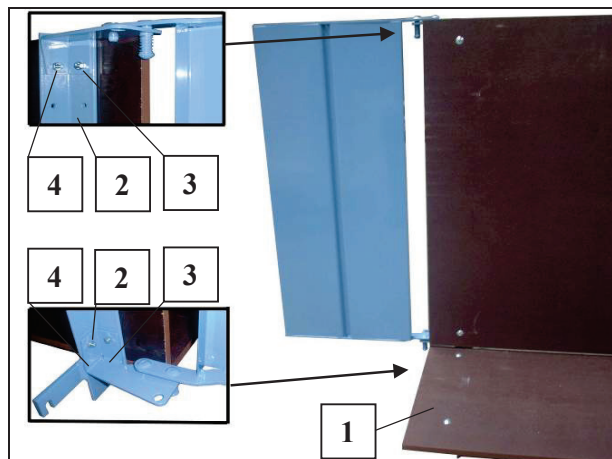

Рис. 40 Сборка универсальной платформы
- Смонтировать откидную боковую защиту (5) (см. Рис. 40 Сборка универсальной платформы)
- Смонтировать бортовую стенку (6) сверху на несущий профиль с помощью соответствующих двух винтов (7).